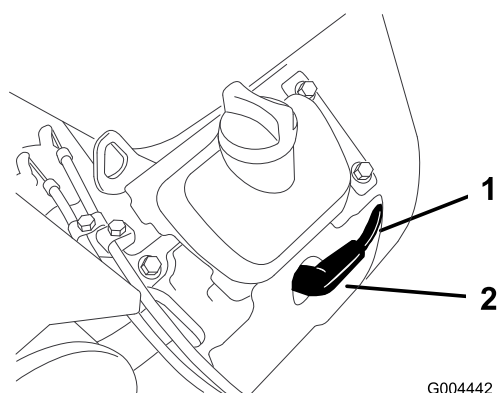

Figura 37
3. Retire el/los cable(s) de la(s) bujía(s) (Figura 37). Ahora limpie alrededor de la(s) bujía(s) para evitar que entre suciedad en el motor, lo que podría dañarlo.
3. Conecte el/los cable(s) a la(s) bujía(s) (Figura 37).